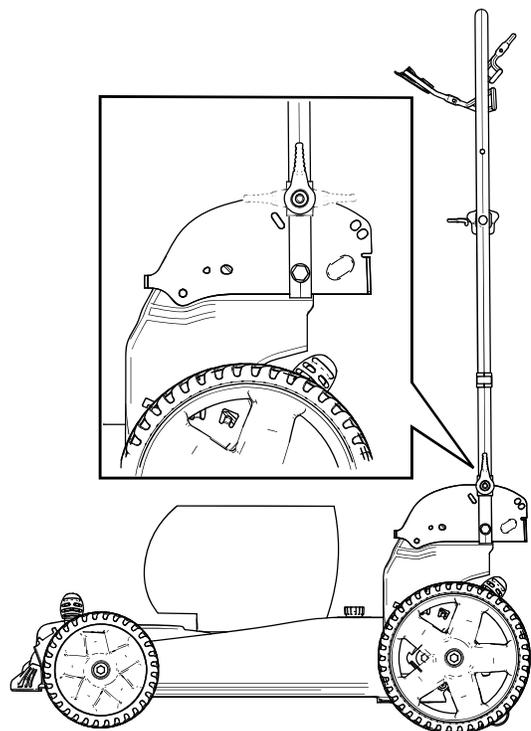

Figure 25
4. Pliez la poignée vers l'avant à la position verticale ou complètement en avant, comme montré à la Figure 25.